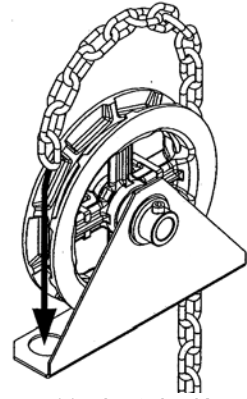

Figura 11 - Instalación de la cadena en la polea
1. Pasar la cadena manual a través de la polea de cadena y por medio de la guía de cadena (ver Figura 11).